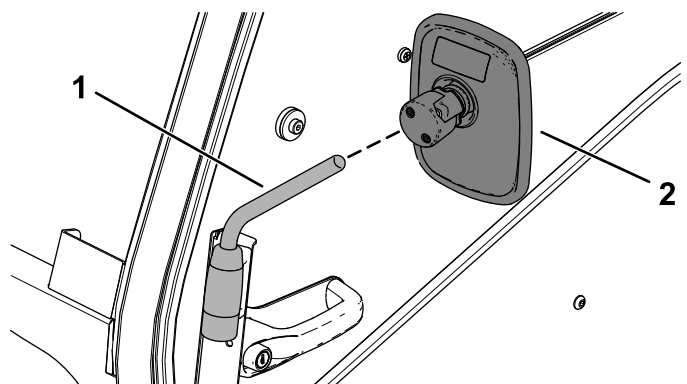

Рисунок 6
8. Наденьте зеркало на рычаг зеркала и отрегулируйте его на удобный для вас угол обзора (Рисунок 6).